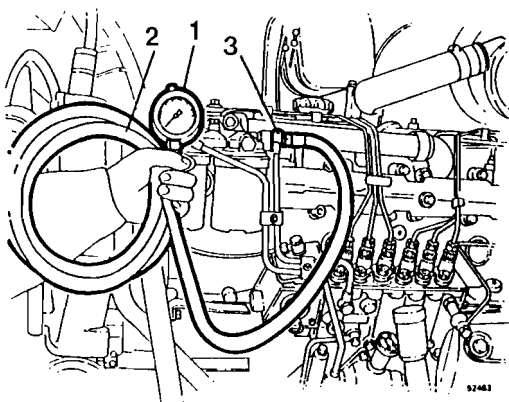

Fig. 214
- 1 Acoplar el manómetro según la fig. 214. Si el espacio lo permite, el manómetro puede acoplarse también al tubo de salida del filtro de combustible.